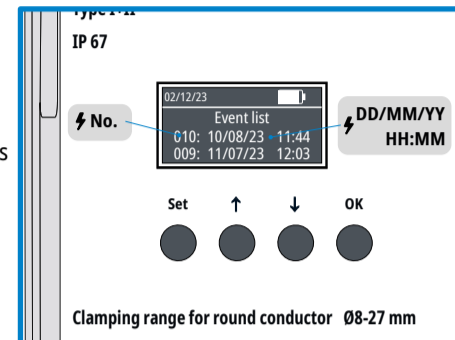

Fig. 10.2 Menu - **Event list**
1.5 Anzeige der Ereignisliste - **Event List** (Fig. 10.2):
- Drücken Sie im Menu **Last event** die Taste **↑** oder **↓**, um in die Ereignisliste (**Event List**, Fig. 10.2) zu wechseln.